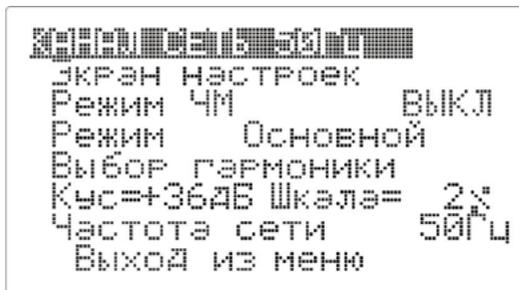

Рисунок 8 – Действия в экране меню
- 4.7.2 Действия в экране меню (рис. 8) — пп. 15...17, таблица 4.